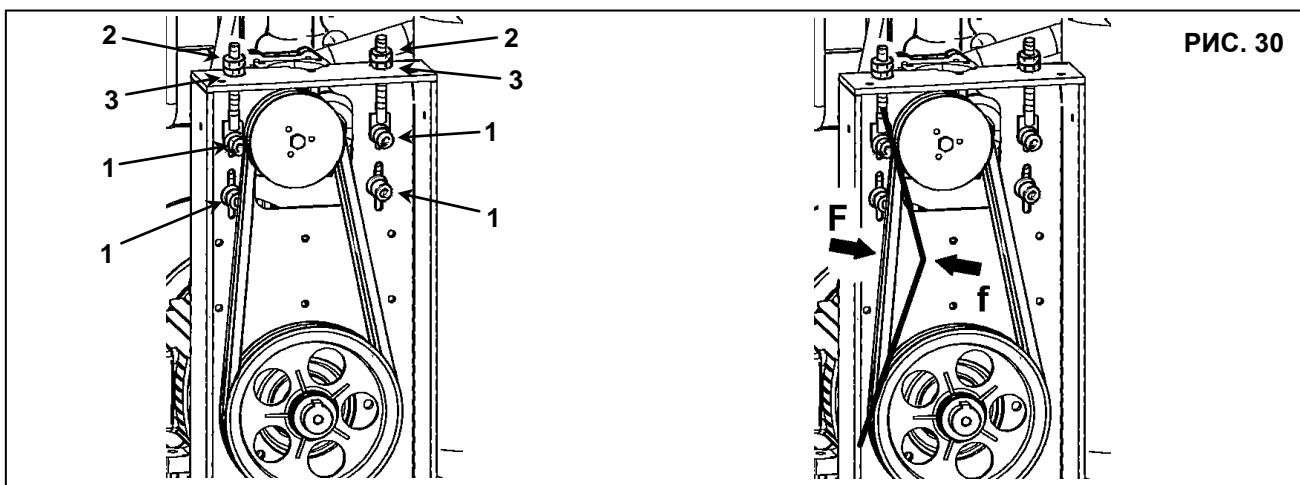

РИС. 30
- Ослабьте на пол-оборота винты (поз. 1, Рис. 30).
- Ослабьте контргайку (поз. 2, Рис. 30).
- Отрегулируйте натяжение ремня поворотом винта (поз. 3, Рис. 30).
- Затяните контргайку (поз. 2, Рис. 30).
- Затяните винты (поз. 1, Рис. 30).